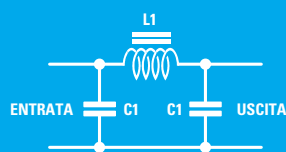

Fig.425 FILTRO
Per calcolare un **filtro passa-basso** (vedi fig.425) la prima operazione da compiere consiste nel fissare la sua **frequenza di taglio**.
**Fig.424** Applicando tra l'uscita del trasmettitore e l'antenna un doppio filtro Passa/Basso (vedi fig.425), riuscirete ad attenuare tutte le frequenze armoniche ma non la fondamentale, come appare illustrato in questa figura.